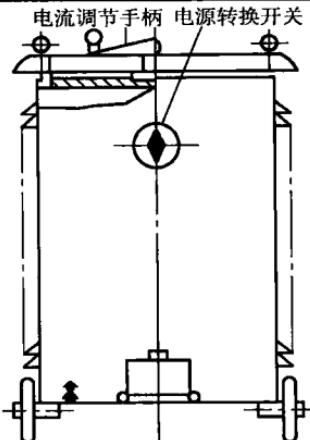

图 1-15 BX3—330 型弧焊变压器的外形
**说明：**图 1-15 所示为 BX3—330 型弧焊变压器的外形，它属于动圈式弧焊变压器，焊机的空载电压为 65~80V，额定工作电压为 30V，焊接电流的调节范围为 40~400A。